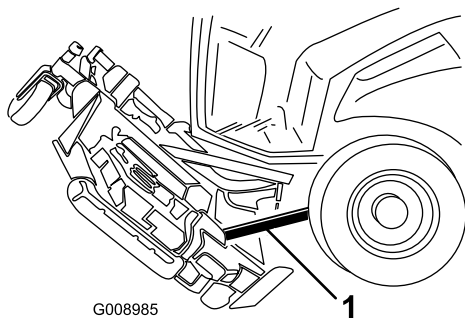

**Figura 137**
4. Retire o perno de gancho e pino de segurança que fixam as correntes da altura de corte à traseira da plataforma do cortador (Figura 137).